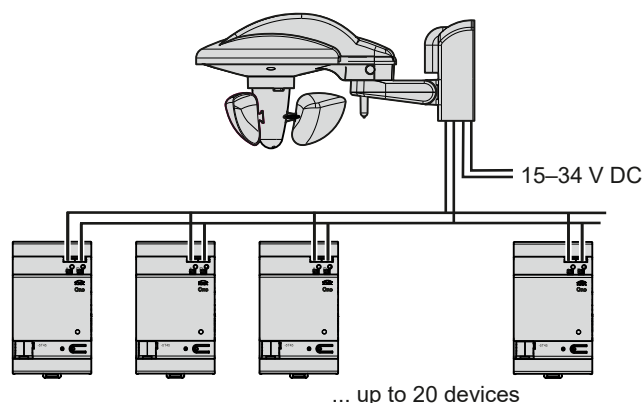

Рис. 5: Подключение Метеодатчика с метеоцентром
1. Метеоцентр: подключить, как показано на рисунке, Рис. 4 и Рис. 5.